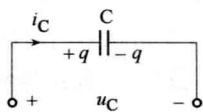

图 1-1-10 电容元件
定义:线性电容是一个理想电路元件,如图 1-1-10 所示,当电压参考极性与极板储存电荷的极性一致时,电容元件的元件特性为  $q=Cu$ 。其中, $C$  是电容元件的参数,称为电容,单位为“F(法拉)”。
② 当两端电压  $u_C$  和电流  $i_C$  的参考方向符合如图 1-1-10 所示的关联参考方向时